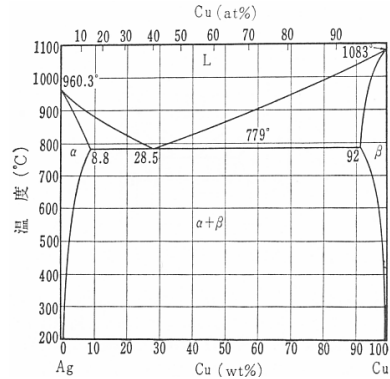

図11 Ag-Cu系平衡状態図
- (1) 図(a)の白色部は初晶 α 相である。現在、温度が779°C直下であると仮定する。この材料に含まれるCu量はどのような範囲にあるか。図11を参照して答えなさい。
- (2) 室温での微視組織が図(b)に示す様相であった。この合金に含まれるCuの量を図11を参照して答えなさい。